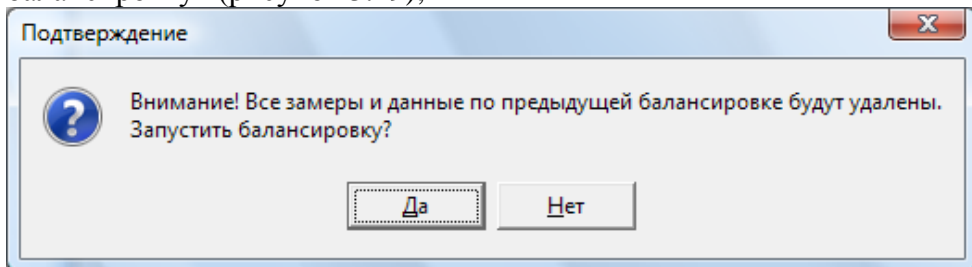

Рисунок 3.19
- в появившемся меню выберите пункт «Запустить балансировку» (рисунок 3.19);